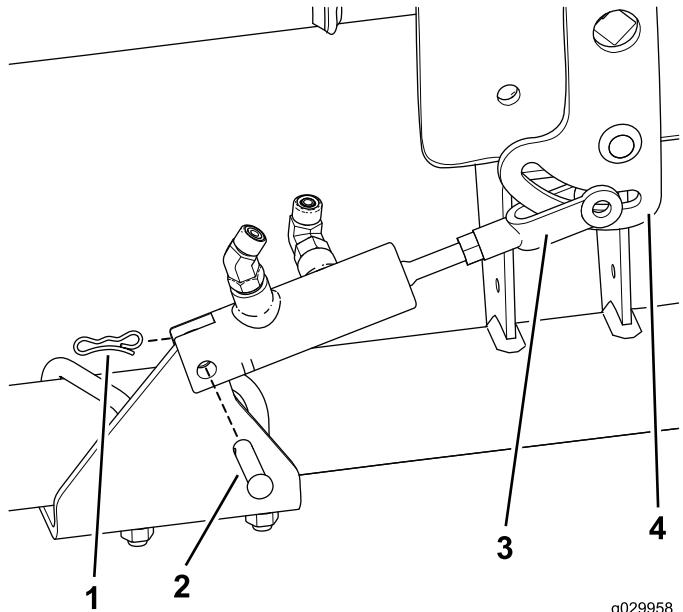

図8
2. 油圧シリンダをシリンダマウントに取り付けるクレビスピンとロッキングコッターピンを使用する図8。
3. ヨークリンクの穴を、走行レバーのスロットに合わせる図8。